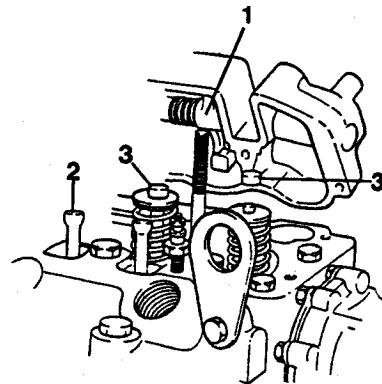

Fig. 13 Dépose du mécanisme de culbuteur (MD2040)
18. Desserrer les écrous pour les chapeaux de palier des culbuteurs. Déposer le mécanisme de culbuteur (1, fig. 13) et les tiges poussoirs (2). Déposer les chapeaux de soupape (3, MD2040) des queues de soupape.